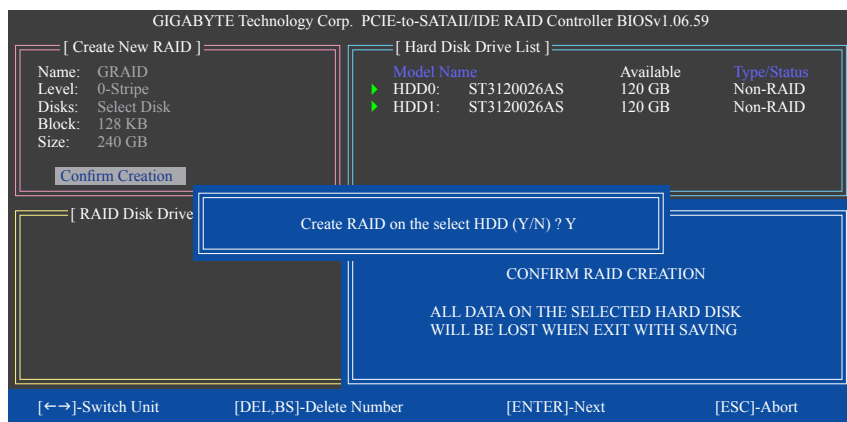

図 7
6. **Confirm Creation**: 上の項目をすべて構成すると、選択バーは**Confirm Creation**項目に自動的にジャンプします。<Enter> を押します。選択を確認するように求めるメッセージが表示されたら (図7)、<Y>を押して確認するか<N>を押して中断します。